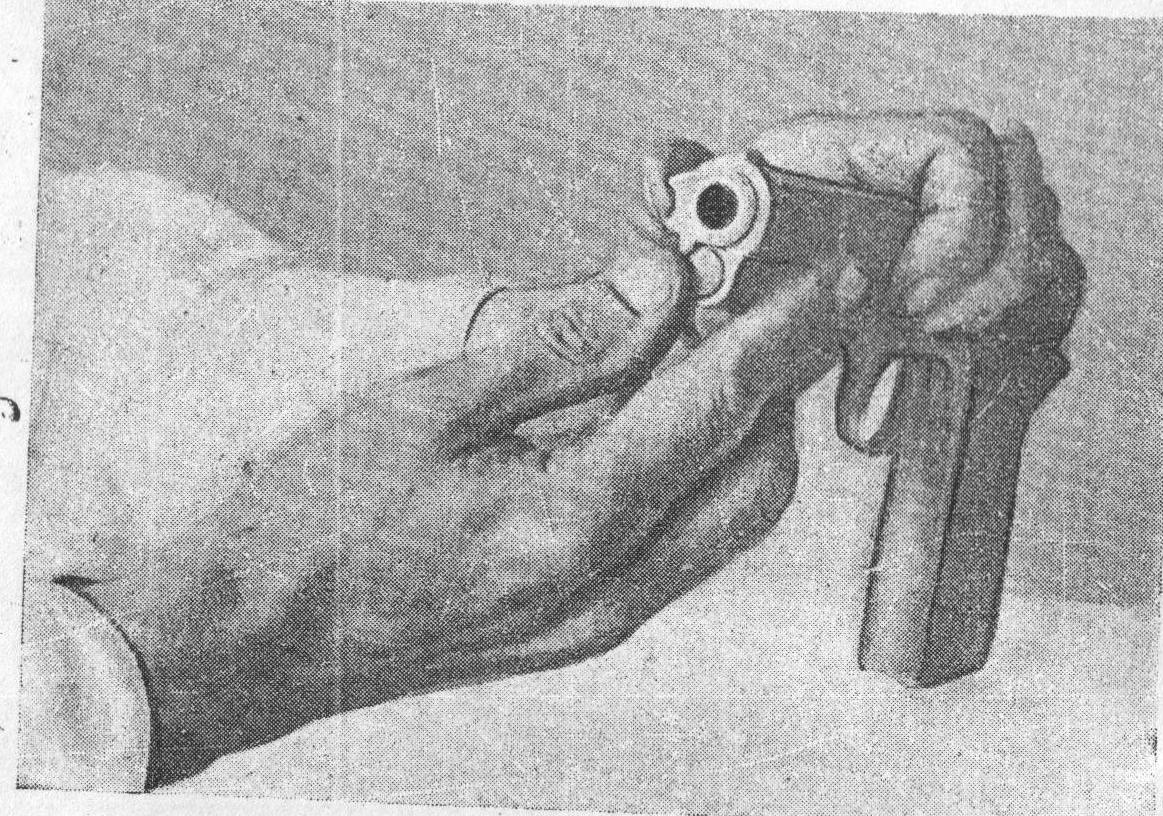
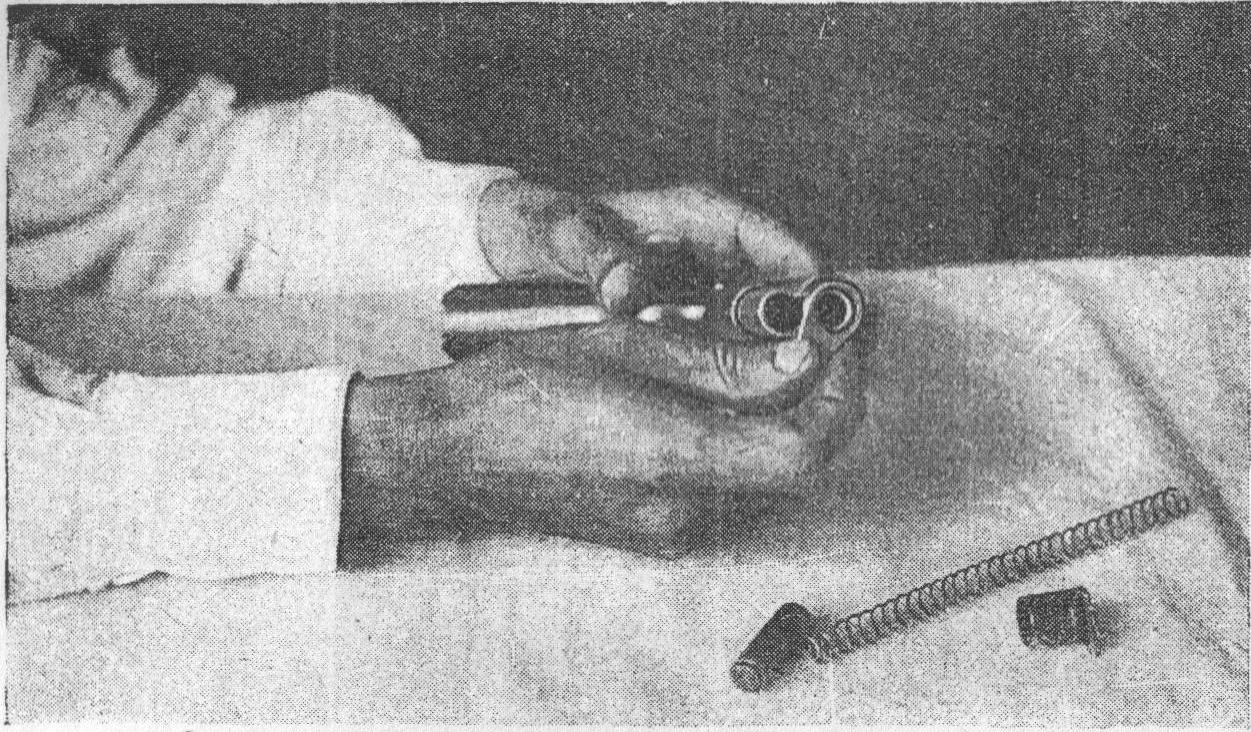

Рис. 5.
Рис. 7.
2. Вынуть передний стержень возвратной пружины и возвратную пружину. Нажать на насечку переднего стержня возвратной пружины, утопить его заподлицо с передним обрезом кожуха-затвора, в то же время повернуть муфту влево до отказа (рис. 5).
3. Вынуть муфту. Повернуть ее направо, несколько приподнимая кверху, вследствие чего выступ ее выйдет из поперечного паза кожуха; затем вынуть муфту вверх (рис. 7).
19. Вставить муфту, для чего, держа пистолет левой рукой за кожух стволов кверху, правой рукой вложить муфту (рис. 7), после чего повернуть ее направо до отказа, чтобы выступ ее вошел в поперечный паз кожуха-затвора (рис. 5).